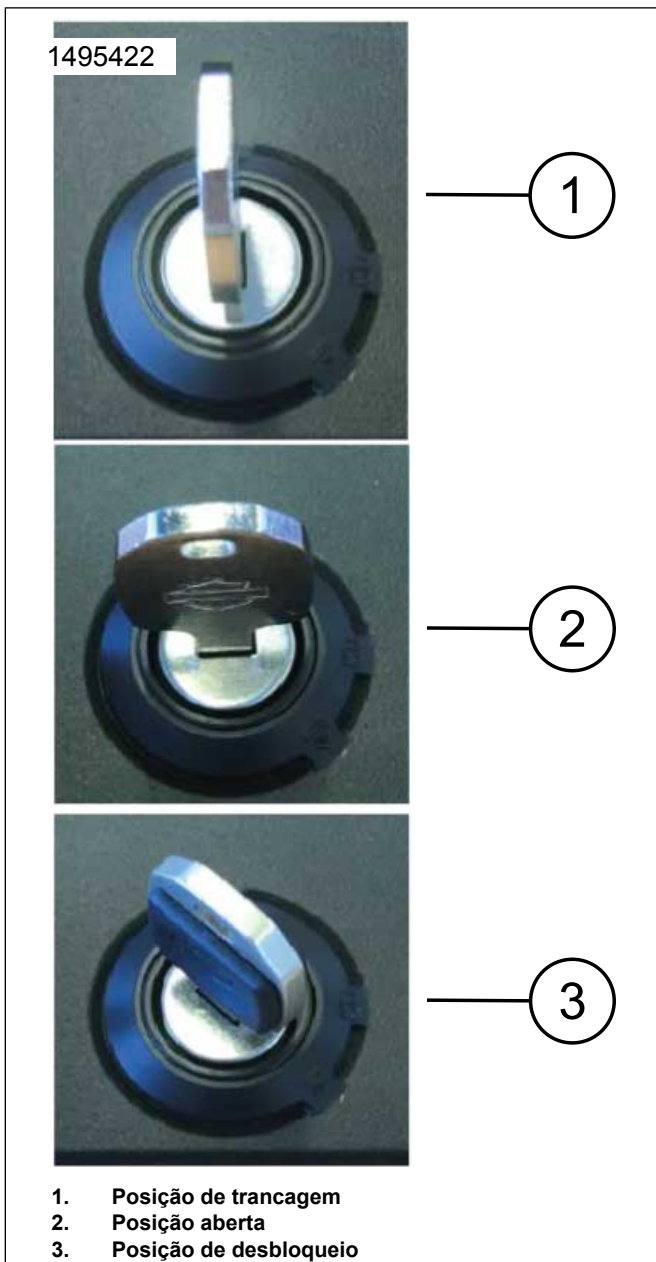

Figura 11. Posições da Fechadura (normais)
8. Figura 11 Uma vez que a fechadura esteja instalada, a chave pode ser removida na posição 1 ou 2.